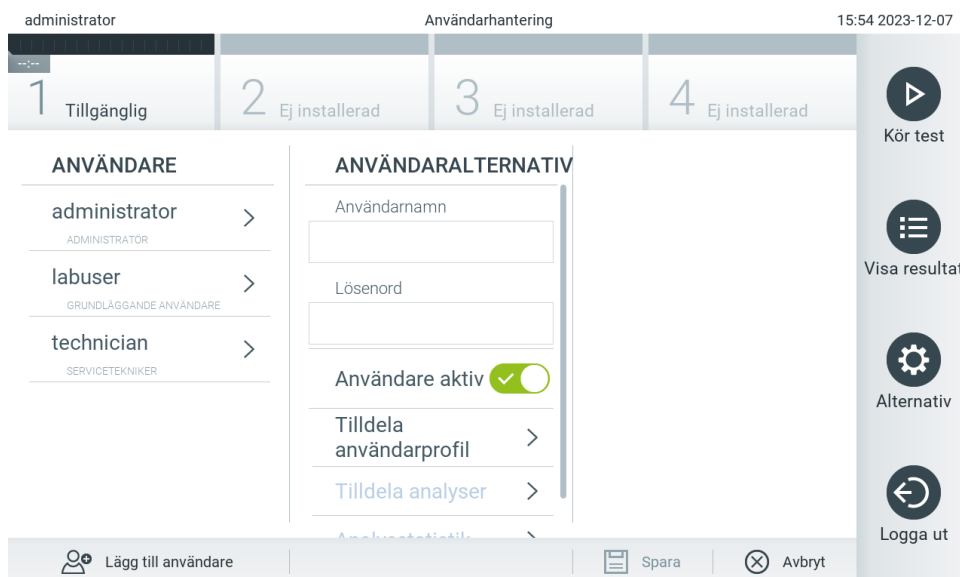

Bild 55. Lägg till en ny användare.
- Tryck **Options** (Alternativ) > **User Management** (Användarhantering) för att konfigurera användare. Skärmen User Management (Användarhantering) visas i skärmens innehållsområde (bild 55).